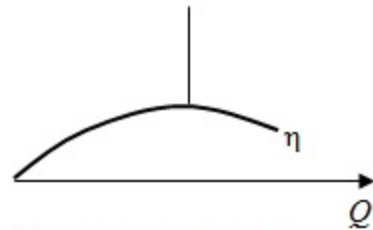

Рис. 10. Оптимальний режим роботи
2. Оптимальний (рис. 10) – це стійкий режим роботи при максимальному К. К. Д.